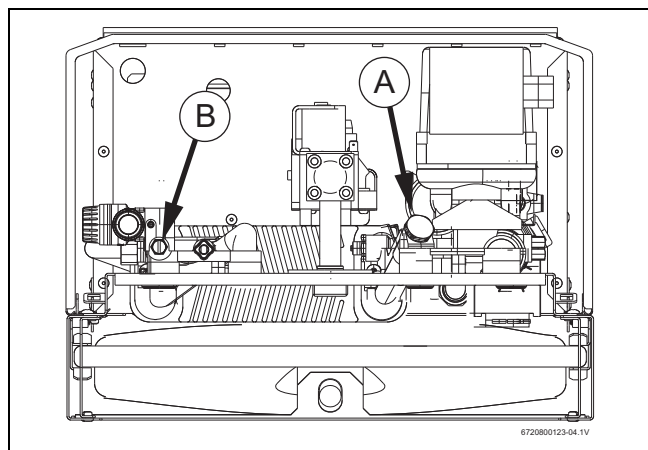

Рис. 26
- Снять крышку (рис. 26, положение А).
- Отвинтить сливной винт (рис. 26, позиция В).